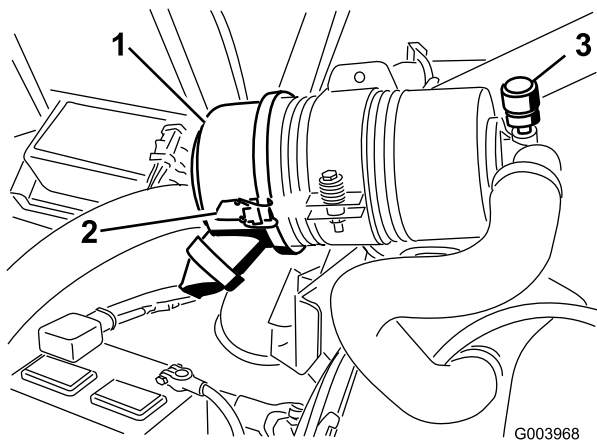

Figura 59
Faça a manutenção ao filtro de ar apenas quando o indicador de manutenção (Figura 59) o exigir. Mudar o filtro de ar antes de ser necessário apenas aumenta a possibilidade de entrar sujeira no motor quando se retira o filtro.
1. Liberte os trincos que fixam a cobertura do filtro de ar ao respectivo corpo (Figura 59).